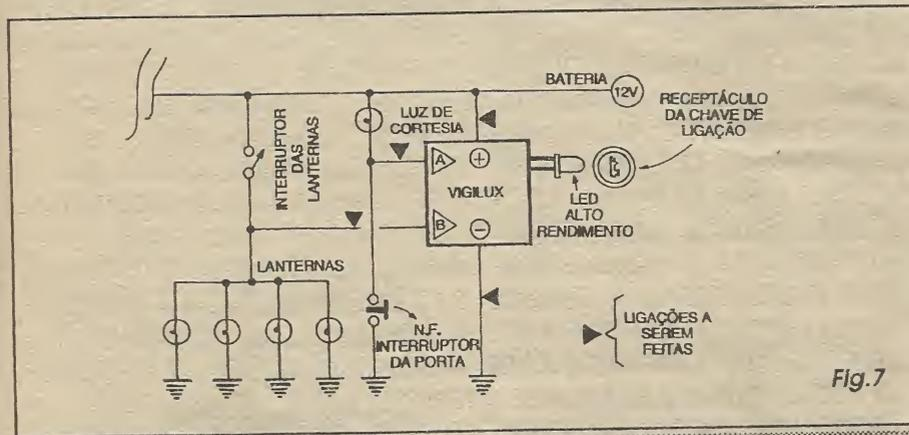

Fig. 7
**- FIG. 7 - DIAGRAMA DA INSTALAÇÃO GERAL DO VIGILUX...** - O esqueminha mostra, com bastante clareza (mesmo assim, é preciso alguma atenção...) como o circuito do **VIGILUX**, após sua completa montagem, deve ser acoplado ao sistema elétrico do veículo, detalhando ponto por ponto de conexão, com as ligações a serem anexadas ao circuito original do carro marcadas com pequenos triângulos/setas negros... Além das simples conexões de alimentação (o **negativo** poderá ser ligado a um ponto de *massa* do carro, próximo ao local de instalação do circuito...) e do LED, as ligações dos pontos A e B merecem especiais cuidados... O ponto A é ligado eletricamente à junção de um dos terminais da lâmpada interna de cortesia (aquela que automaticamente acende, quando se abre a porta do veículo...) com o respectivo interruptor (este do tipo normalmente fechado, disposto na própria porta do carro, e acionado pela bascula desta...). Já o ponto B é ligado aos terminais *vivos* (os não normalmente aterrados...) das lâmpadas das lanternas, ou seja: no ponto em que tais lâmpadas são ligadas ao respectivo interruptor... Conforme já foi dito, notar que a conexão do **positivo** da alimentação do **VIGILUX** deve ser feita a um ponto onde *permanentemente* existam os 12V nominais da bateria (*não* ligar a ponto onde apenas surjam os 12V positivos quando a chave do veículo for acionada...).